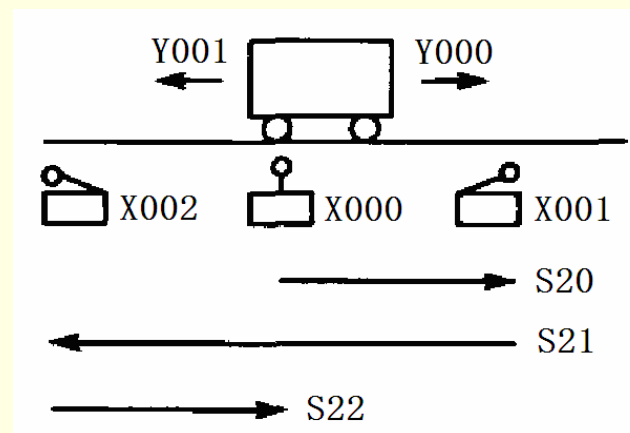

图5-42 题2的图
2. 小车在初始状态时停在中间，限位开关X000为ON，按下起动按钮X003，小车按图5-42所示的顺序运动，最后返回并停在初始位置。画出控制系统的顺序功能图，并编写梯形图程序。